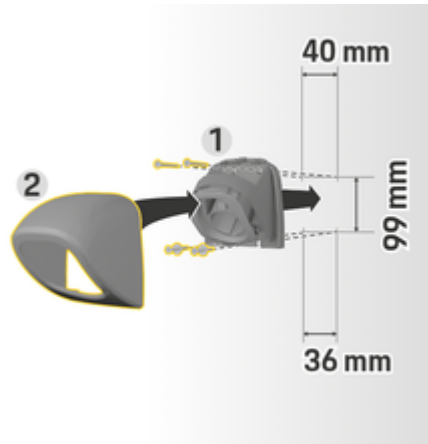

図. 105: ドリル寸法
1. コネクターファスナー1 (図. 105) をカバー2 (図. 105) から取り外します。
4. コネクターファスナー1 (図. 105) を壁にネジ留めしてください。
5. カバー2 (図. 105) をコネクターファスナー1 (図. 105) に下から取り付け、押し上げてください。